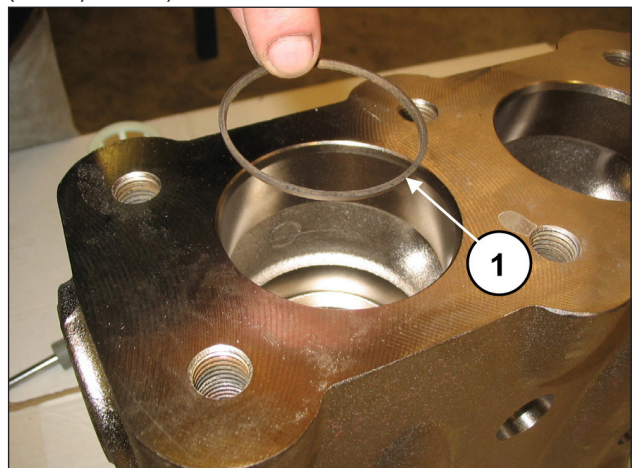

Abb. 92
Setzen Sie den Stützring ein, Pos. 4 Explosionszeichnung (Pos. ①, Abb. 92).